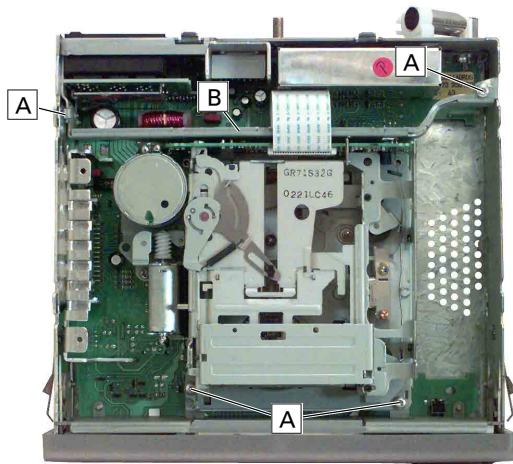

Fig. 2.1
- 4 Schrauben **A** (Fig. 2.1) heraus-schrauben und Laufwerk mit Traverse **B** herausnehmen.
- Undo 4 screws **A** (Fig. 2.1) and take out the tape drive together with the cross arm **B**.